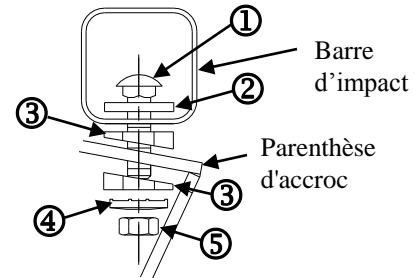

Figure 2.
①	Qté. (2)	Boulon de carrosserie 1/2-13 X 2.25 GR5	⑤	Qté. (2)	Ecru hexagonal 1/2-13
②	Qté. (2)	Espaceur	⑥	Qté. (2)	Boulon hexagonal 1/2-13 X 1.50 GR5
③	Qté. (4)	Biseautée   Espaceur	⑦	Qté. (2)	Écrou de levier
④	Qté. (4)	Rondelle conique	⑧	Qté. (2)	Fil de tirage
- Fixer les blocs avec du ruban avant de soulever l'attelage en position. Orienter le blocs comme illustré. Voir la Figure 2.
- Courber et insérer les écrous de levier dans les trous d'accès du cadre et installer deux (2) boulons 1/2"-13 et leurs rondelles coniques, comme illustré.